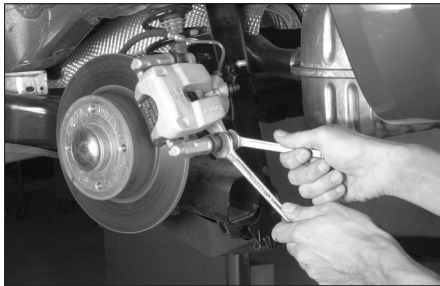

FIG. 13
- Déposer la vis inférieure de colonnette d'étrier avec une clé de 13 mm en maintenant le contre-écrou à l'aide d'une clé de 15 mm (Fig.13).